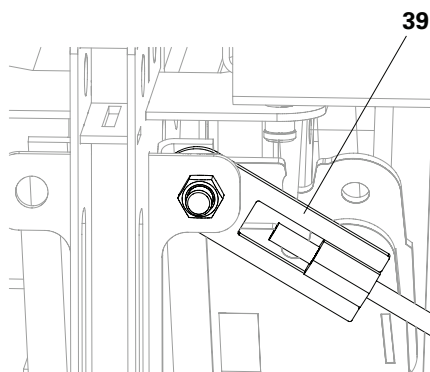

Fig. E2.01a
1. Smontare gli occhielli di fissaggio di carico H DW15 ATG (**39**). (Fig. E2.01a)